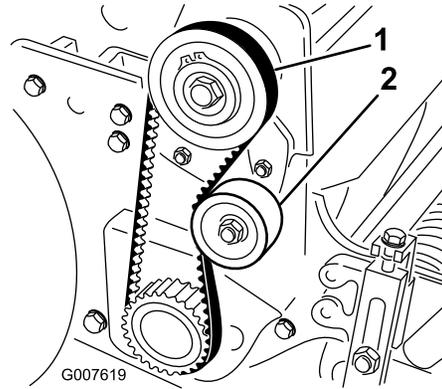

图36
2. 使用 1822N 的作用力按压两皮带轮 图36 中间部位的皮带检查皮带的张紧力。皮带应下压 6mm。
- A. 松开怠轮皮带轮安装螺母并紧贴着皮带背面顺时针旋转怠轮皮带轮直至达到所需的皮带张紧力 图36。